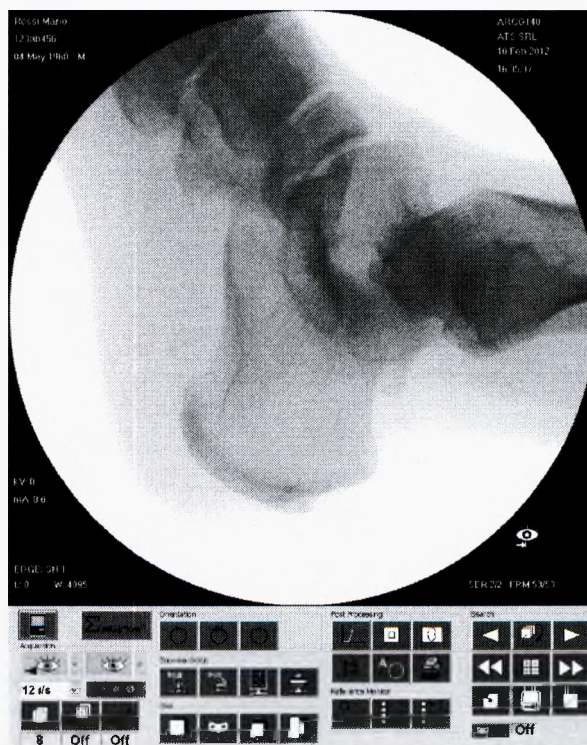

Рисунок 77
– выбрать нужное исследование и кликнуть по нему два раза для того, чтобы открыть, или использовать клавишу **Открыть** в меню **Исследование** (см. рисунок 77).